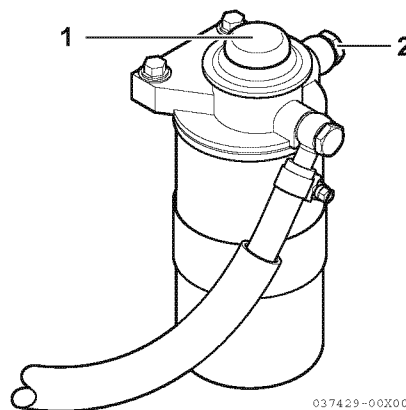

Figure 3
3. Allentare la vite di spurgo dell'aria (**Figure 3, (2)**).
4. Spingere su e giù la pompa del cicchetto (**Figure 3, (1)**) per far fuoriuscire aria dalla vite di spurgo dell'aria.